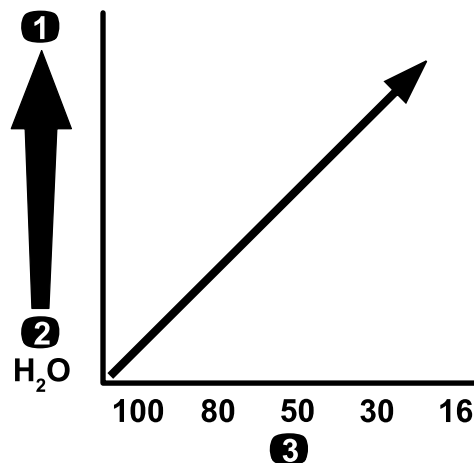

Figure 78
**Important:** Si vous pulvérisez des produits chimiques de viscosité plus élevée (plus épais) ou des solutions avec poudres mouillables, vous devrez peut-être utiliser un maillage plus grossier pour le filtre de pression optionnel ; voir Figure 78.